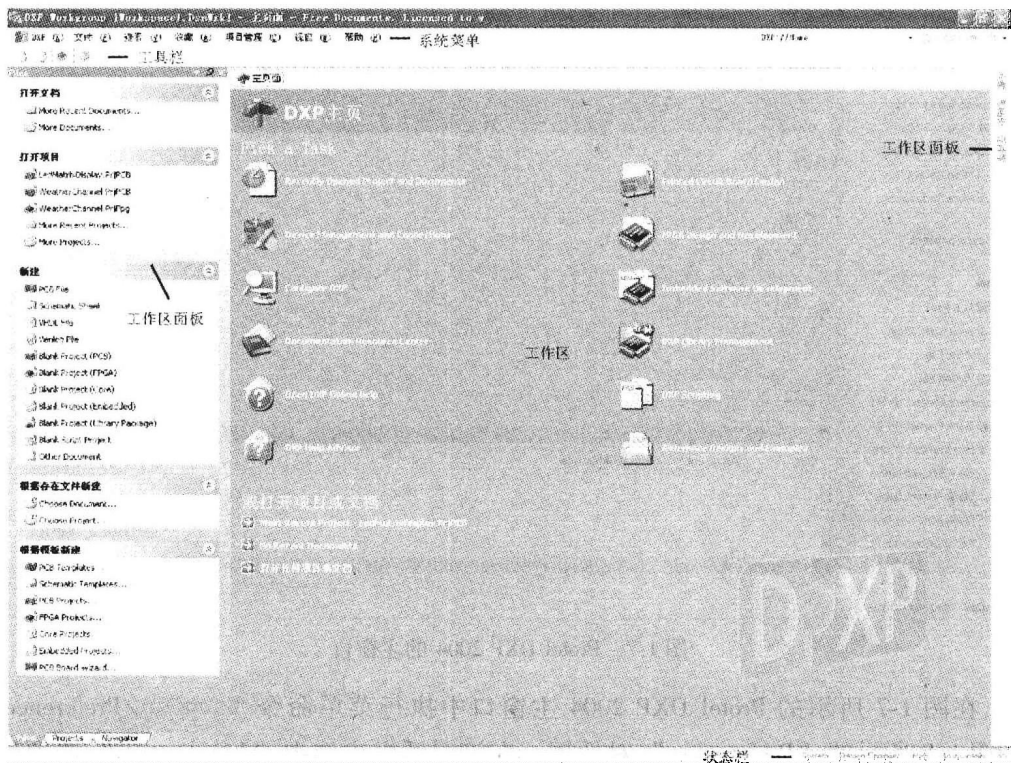

图 1-9 Protel DXP 2004 的中文界面
2) 单击 **OK** 按钮后, 关闭 Protel DXP 2004 并重新启动后, 系统界面就切换成了中文界面, 如图 1-9 所示。
启动 Protel DXP 2004 后, 将显示如图 1-9 所示的主窗口。该窗口主要由系统菜单、工作区面板、工作区、工具栏和状态栏等组成, 其各部分的名称和功能如下: